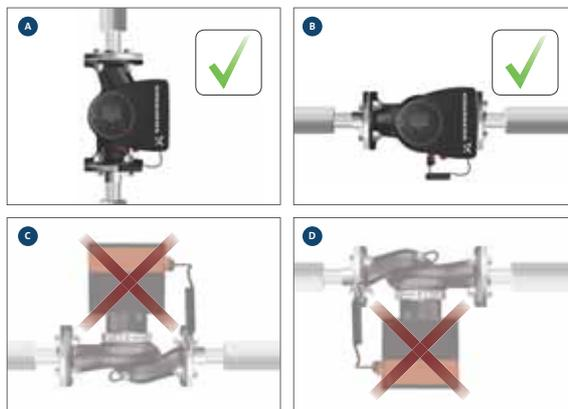

Fig. 49 Positions d'installation
**Le coffret de commande doit être en position horizontale avec le logo Grundfos en position verticale. Voir fig. 49.**